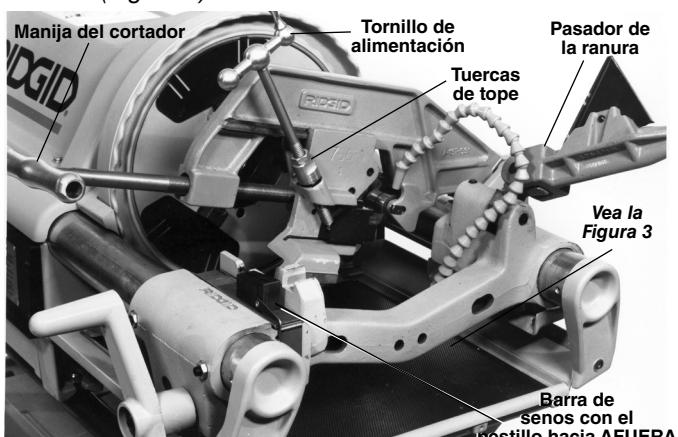

Figura 2 – Cortador tipo cuchilla Modelo 766 colocado en la roscadora (se muestra sin el cabezal de terrajas, para fines de ilustración solamente)
- Quite el pasador que fija la rueda de corte 764 a la roscadora y reemplácela con el cortador tipo cuchilla 766 (Figura 2).
- En la roscadora 1224, jale la barra de senos para alejarla del mandril y baje el pestillo para que encaje en el carro (Figura 2).